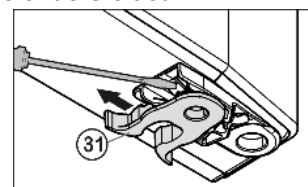

Fig. 10
- ▶ Veerklem *Fig. 10 (31)* verplaatsen: Sluitnok omlaag drukken, veerklem eroverheen en eraf trekken.